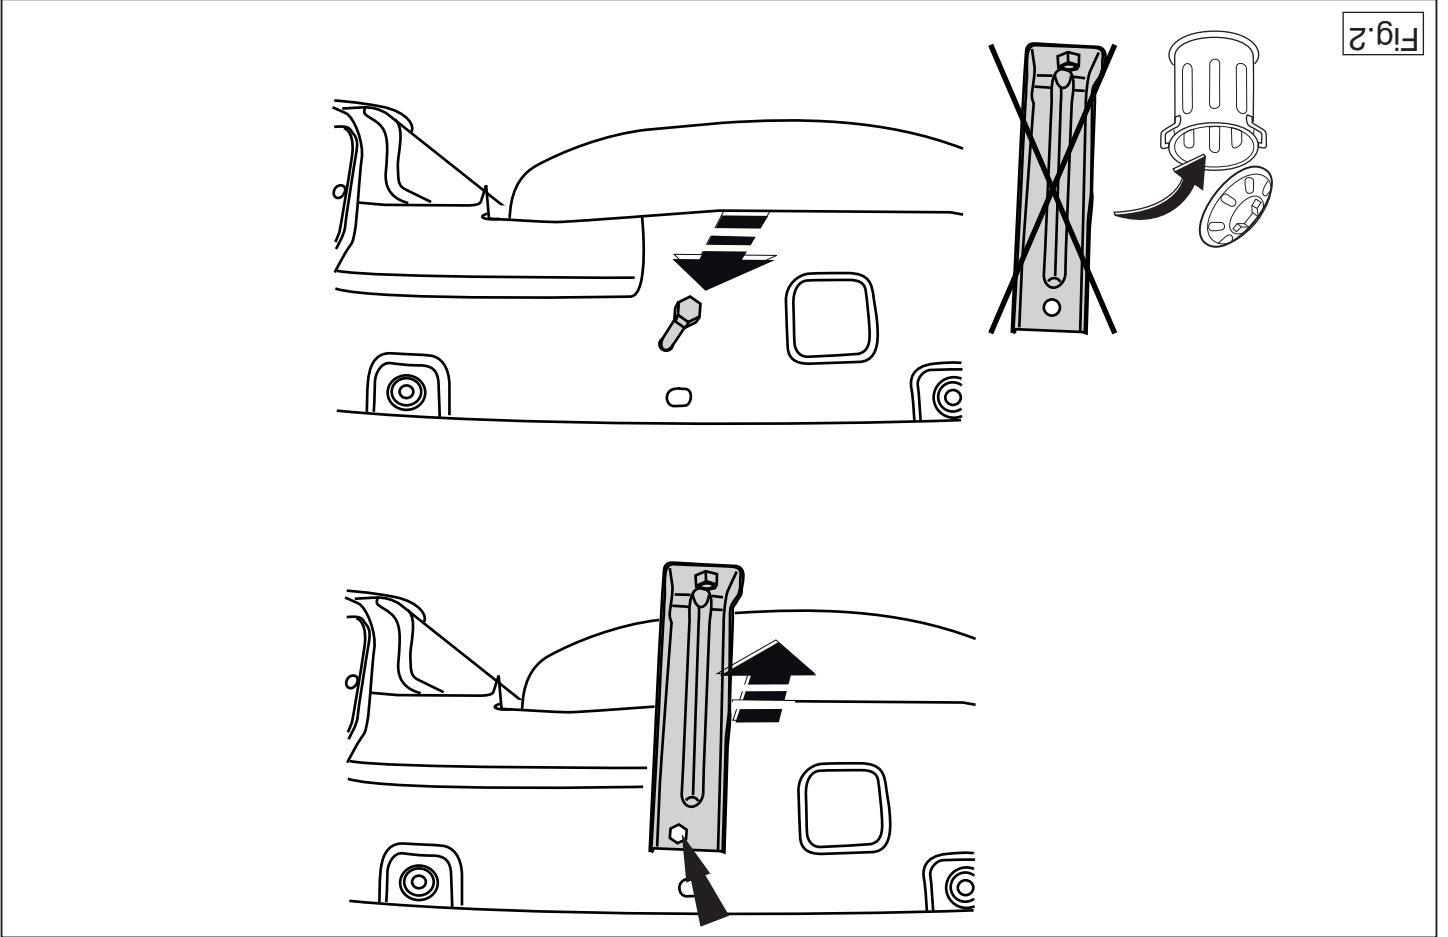

Fig.2
- 3. Remove the bumper support. See figure 2.
3. Die Stoßstangenhalterung abmontieren. Siehe Abbildung 2.
3. Снять кронштейны бампера. См. рисунок 2.